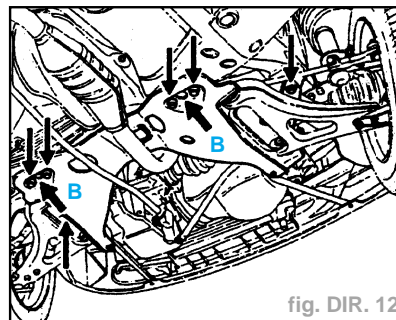

fig. DIR. 12
- les deux boulons de tampon AR moteur/boîte (6).
- Déposer les six vis de fixation du berceau-train (fig. DIR. 12).
- Pour assurer un montage correct, il est impératif de mettre en place deux piges Ø 12 mm (forêt par exemple) dans les indexages (B) du berceau avant le serrage définitif des vis de fixation (fig. DIR. 12).